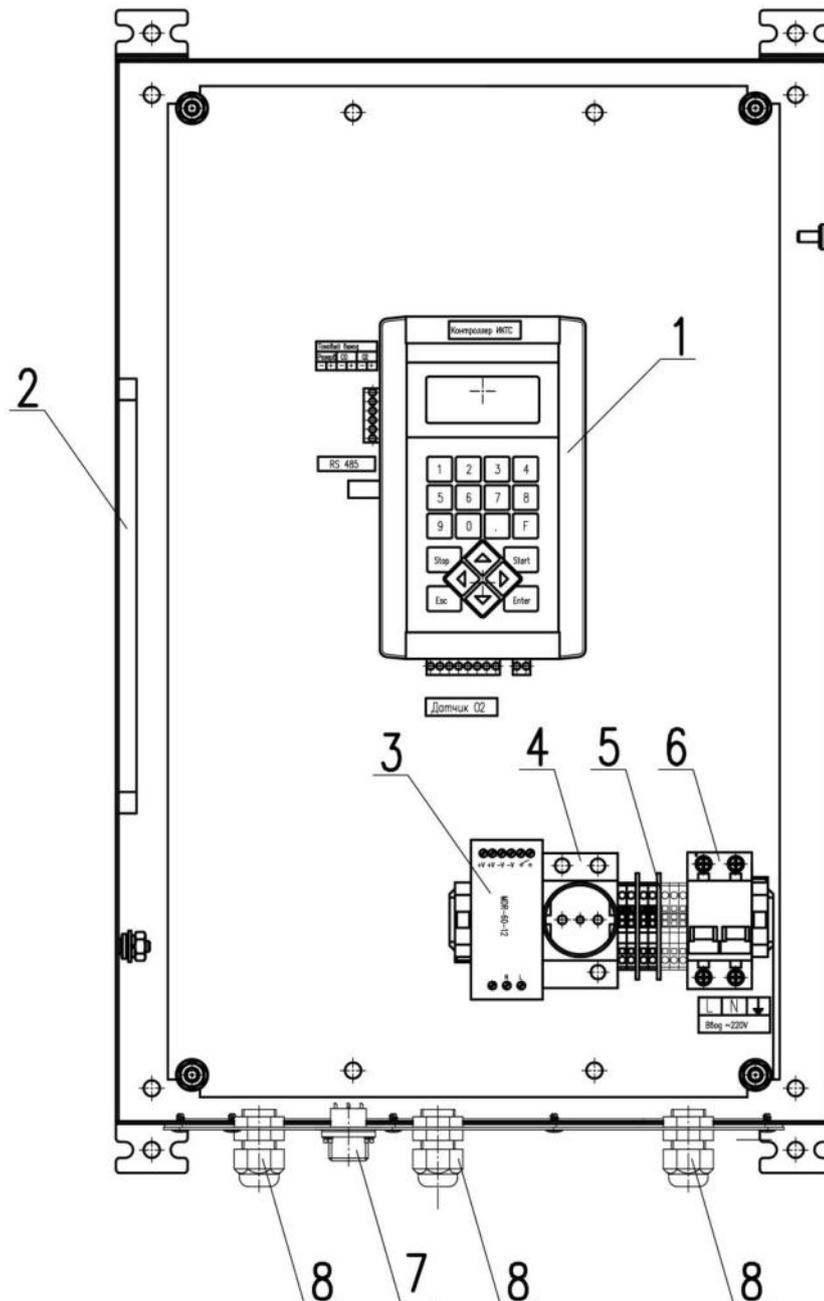

Рис. 5 – Блок измерительный
Размещение элементов блока измерительного внутри шкафа показано на *Рис. 5*.
В нижней части шкафа (см. *Рис. 5*) размещаются источник вторичного электропитания 220/12 V (3), электрическая розетка ~220 V (4) для сервисного обслуживания, клеммная панель (5), вводной автоматический выключатель ~220 V (6).